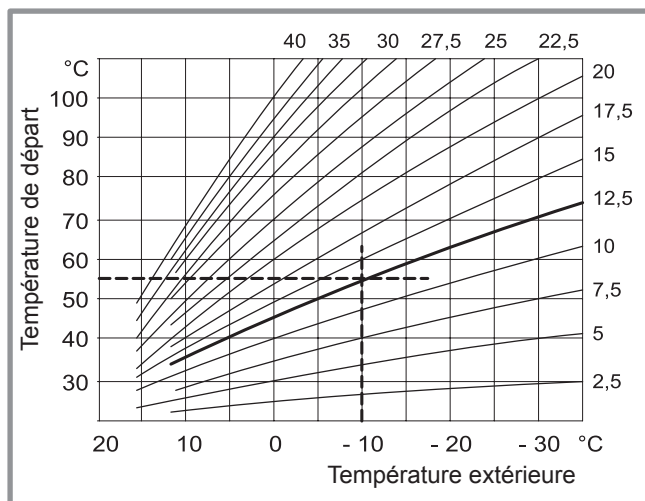
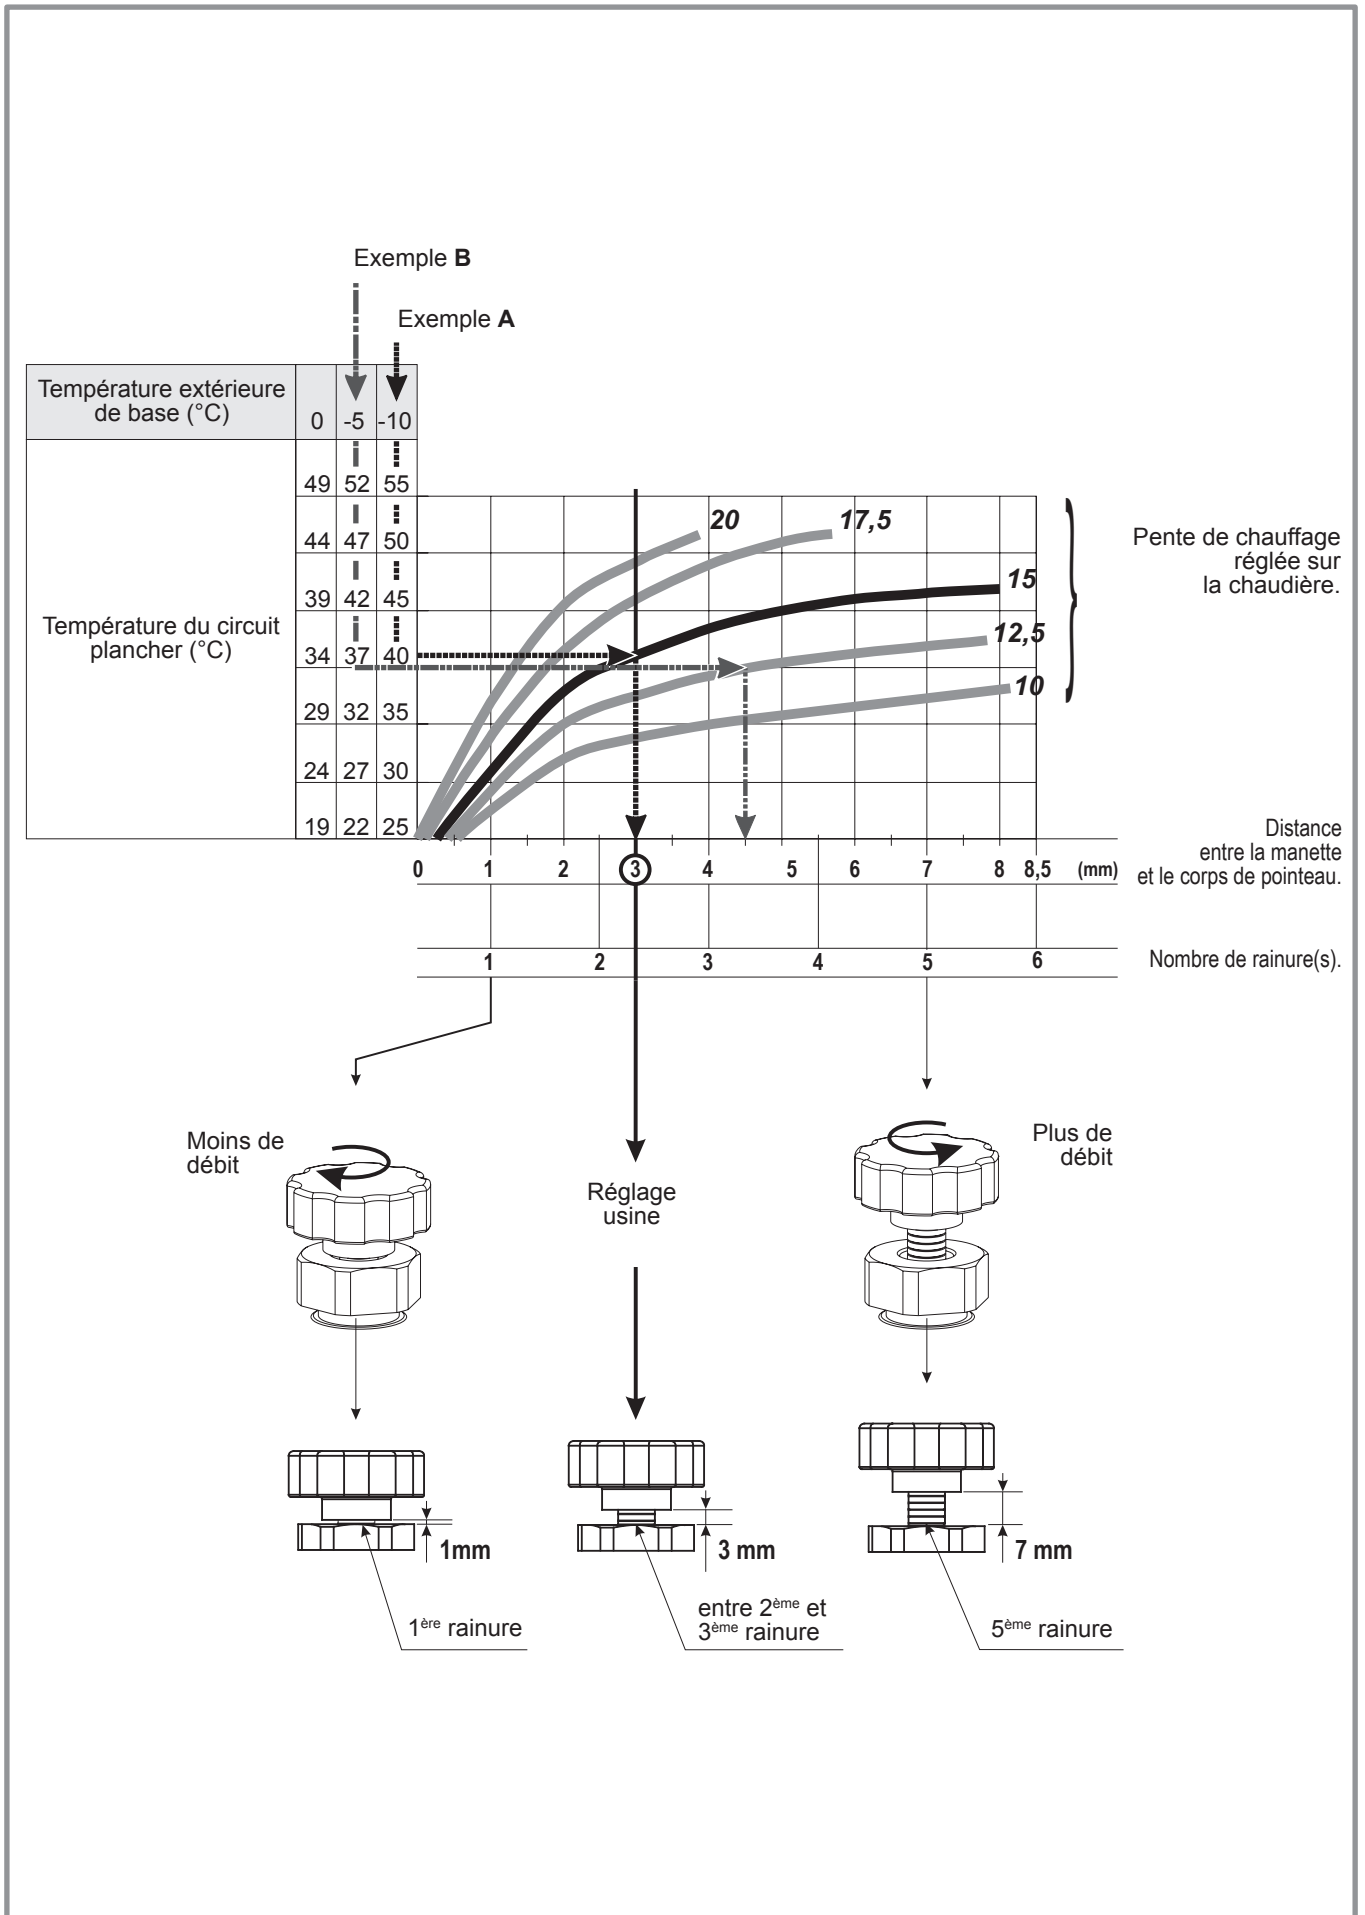

Figure 38 - Pente de chauffage
Figure 39 - Réglage de la vis pointeau
- Choisir la pente de la courbe de chauffe selon la méthode décrite aux paragraphes "Réglage de la pente de chauffage" (voir figure 38, page 36) et "Réglage de la vis pointeau" (voir figure 39, page 37).
- Choisir la pente de la courbe de chauffe selon la méthode décrite au paragraphe "Réglage de la vis pointeau" (voir figure 39, page 37).
#### Choix du réglage pour deux circuits de chauffe, radiateurs et plancher chauffant (voir figure 39, ex. A)
#### Choix du réglage pour un circuit de chauffe, plancher chauffant (voir figure 39, ex. B)